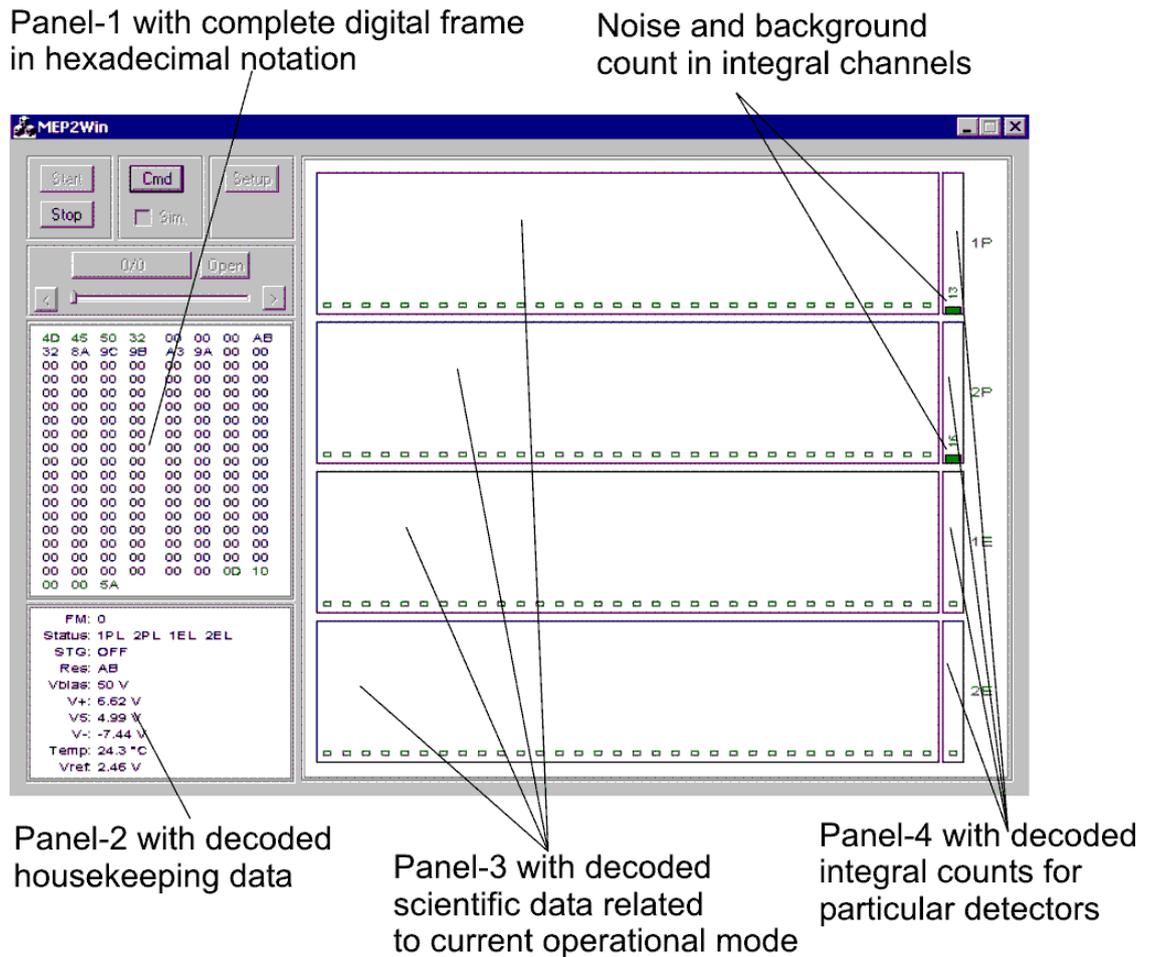

Рис.3. Графический интерфейс после подачи команды ВКЛ.
3. Контролируя напряжение внешним вольтметром, подключенным к гнездам (14), регулятором (11) установить номинальное напряжение питания прибора 27 В.
4. Проверить ток, потребляемый прибором МЭП-2, по внешнему милливольтметру, подключенному к гнездам (13); до включения прибора МЭП-2 потребление должно быть равно нулю.
5. Подать питание на прибор МЭП-2 нажатием кнопки «ON» (2) на передней панели пульта, это команда ВКЛ прибор; по команде ВКЛ биполярное реле прибора устанавливается в положение вкл и прибор начинает передавать в телеметрическую линию кадры с информацией; индикатор (3) вспыхивает с частотой 1Гц, фиксируя поступление каждого кадра.
8. После загрузки программы на экране должен появиться графический интерфейс (Рис.3).
10. Установить соответствующий порт (COM1, 2, ...) и подтвердить ОК. Запустить мониторинг, щелкнув на ВК START. Кадры с данными непрерывно демонстрируются на Панели 1 графического интерфейса (Рис.3) в шестнадцатичном цифровом формате. Служебная информация (Housekeeping – НК) декодируется и демонстрируется на Панели 2. Научная информация, относящаяся к действующей операционной моде (DLT) декодируется и демонстрируется на Панели 3. На Панели 4 показан интегральный счет детекторов частиц. В таблице 1 представлены значения служебных параметров (НК), которые должны быть после подачи команды ВКЛ.